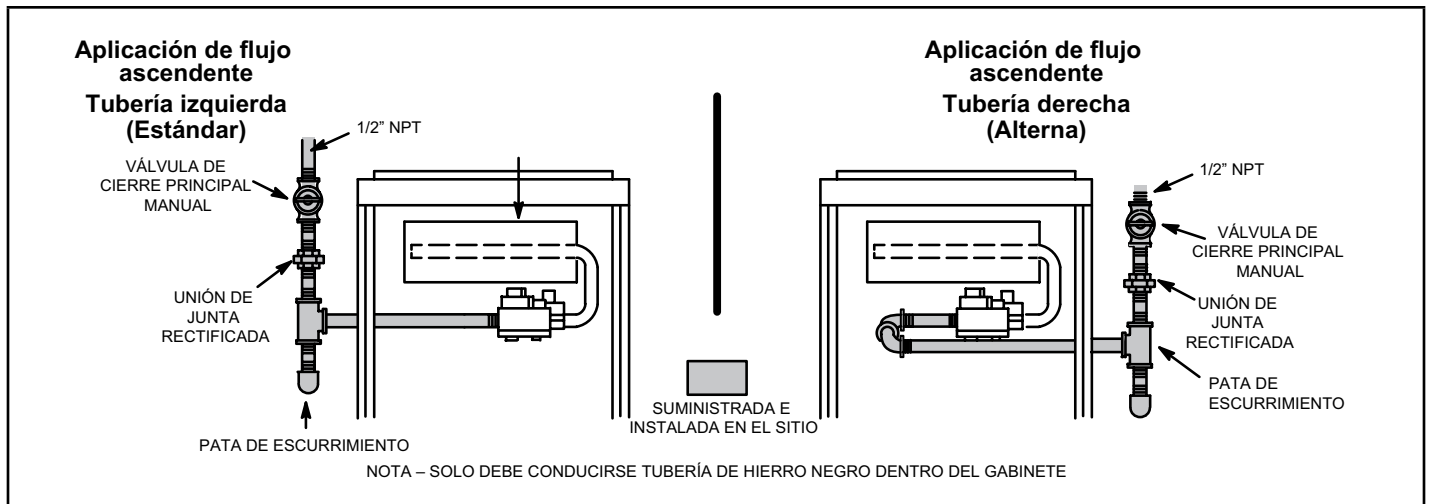

Figura 56
- 1 - La tubería de gas se puede conducir a la unidad desde el lado izquierdo o lado derecho. La tubería de suministro entra a la válvula de gas desde el costado de la válvula como se muestra en la Figura 56. Conecte la tubería de suministro de gas a la válvula de gas. La torsión máxima es de 800 pulg-libras y la torsión mínima es de 350 pulg-libras cuando se conecte la tubería de gas a la válvula de gas.